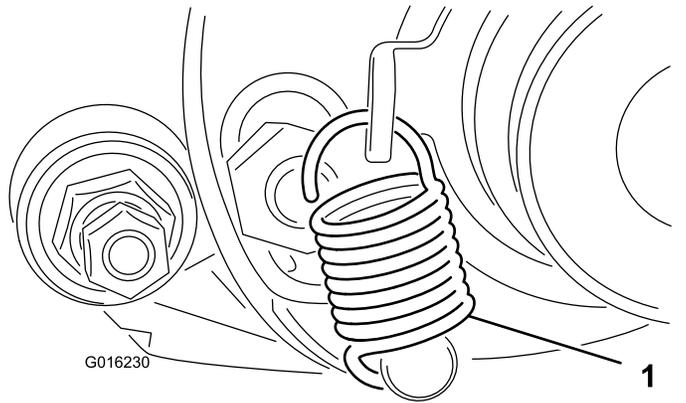

Figure 15
35. Tournez la poulie de tension jusqu'à ce qu'il soit possible d'accrocher le ressort du levier de changement dans le trou du support de poulie et sur le goujon, comme illustré à la Figure 15.